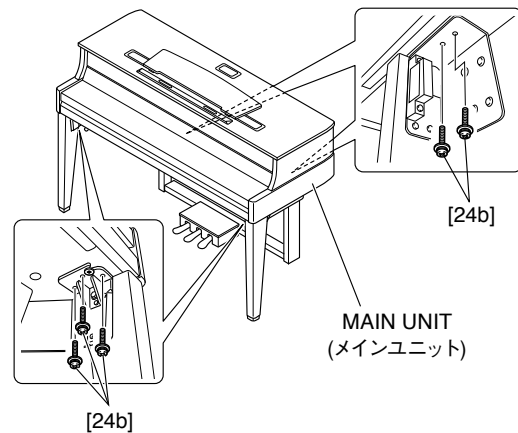

Fig. 19 (図 19)
- 21-6. Remove the ten (10) screws marked [24b]. (Fig. 19)
- 21-6. [24b] のネジ 10 本を外します。(図 19)